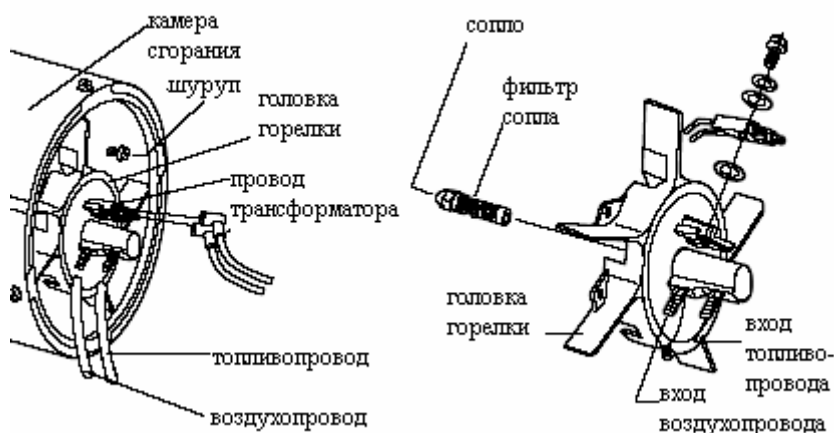

Рис. 13 Снятие форсунки
8. Осторожно выньте форсунку из головки горелки, пользуясь торцевым гаечным ключом 5/8" (см. рис. 13).